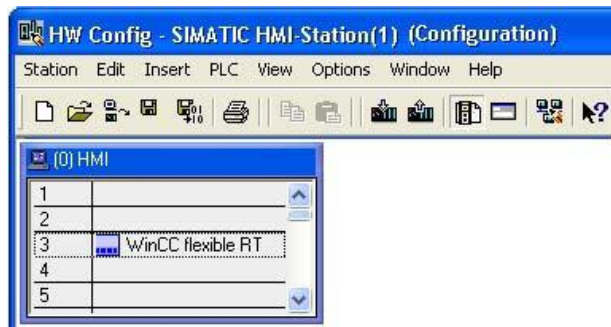

图14 删除“HMI IE”和“IF1B MPI/DP”后的硬件组态
6. 删除“HMI IE”和“IF1B MPI/DP”，结果如图14所示。